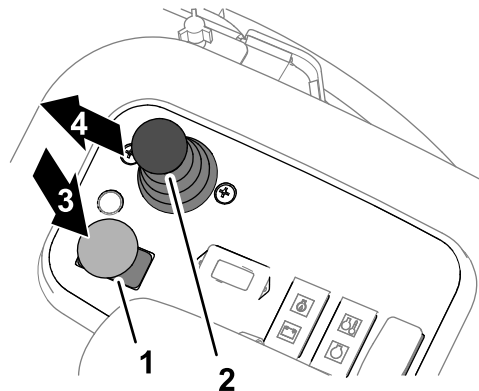

Figura 35
3. Deplasați comutatorul de acționare pentru unitatea de tăiere în poziția DECUPLARE (Figura 35).
5. Utilizați maneta de comandă pentru ridicarea/coborârea lamei de cosit pentru coborârea unităților de tăiere (Figura 35).